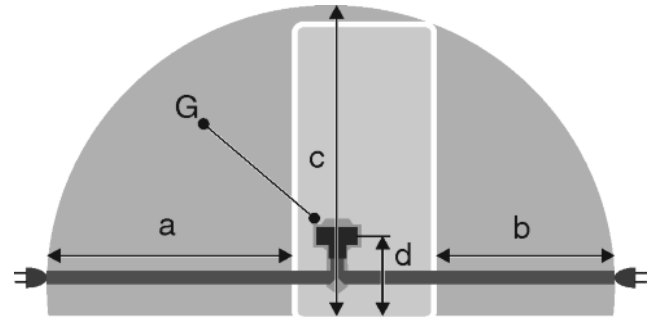

Fig. 20
- La prise de courant est en dehors de la zone postérieure de l'appareil dans la zone concernée. Fig. 20 (a, b, c)
- ▶ Introduire la fiche de l'appareil Fig. 20 (G) au dos de l'appareil. Veiller à bien les encliqueter.